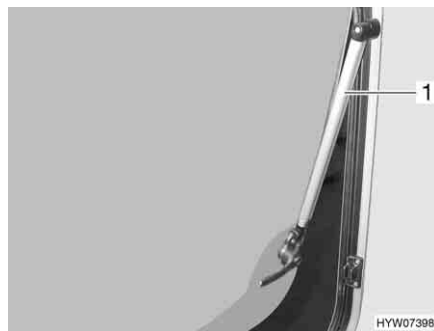

Bild 95 Ausstellfenster mit Automatik-Aussteller
- Das Ausstellfenster bis zur gewünschten Raststellung öffnen. Der Automatik-Aussteller (Bild 95,1) rastet selbstständig ein.